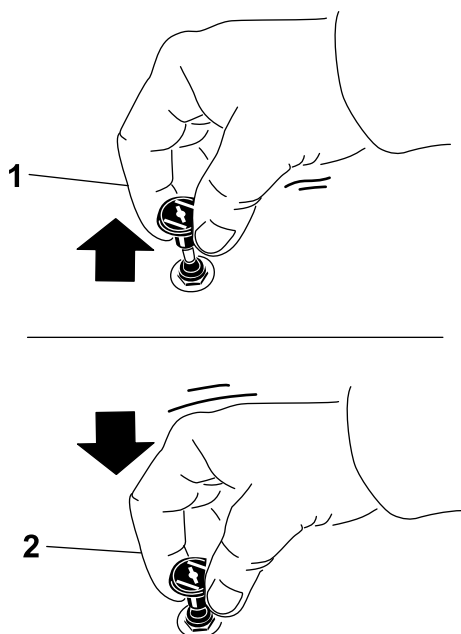

Figura 20
1. Tire hacia arriba del mando para engranar el estárter antes de usar el interruptor de encendido (Figura 20).
2. Presione hacia abajo el control del estárter para desactivar el estárter después de que el motor arranque (Figura 20).